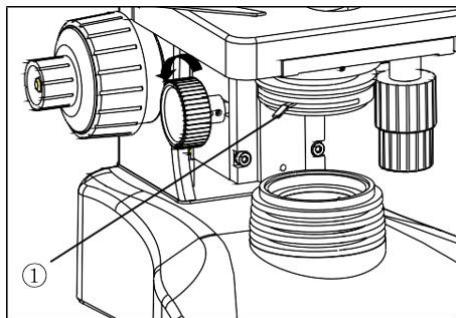

Fig.20
3.2.4 Ajuste del centro y la altura del condensador (Fig.20)
3.2.5 Ajuste del diafragma de apertura (Fig.20, 21)